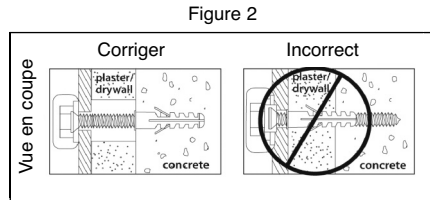

Figure 2
a. trous pré-perçage en utilisant du béton 5 / 16 forets ". Insérez mur de béton ancrés (Q) et tapez avec un marteau, si nécessaire (Figure 2).